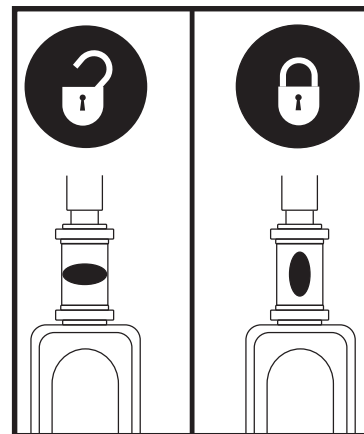

Figure 19. Bouton de verrouillage du guidon
6. Débloquez la roue avant en tournant le bouton de blocage 90° dans le sens opposé aux aiguilles d'une montre. **Voir la figure 19.**